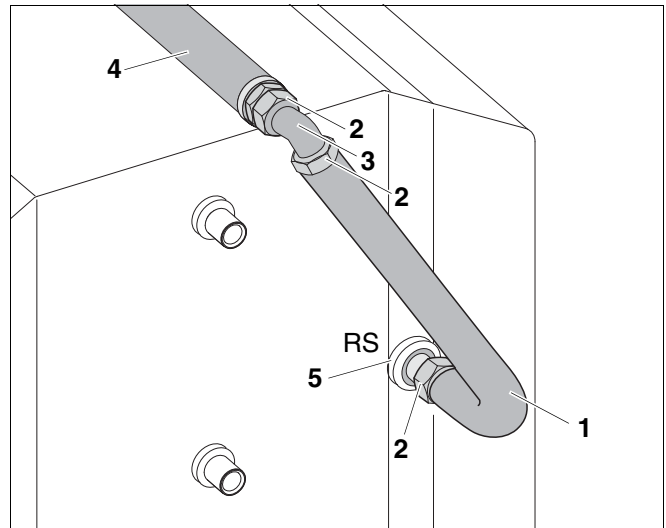

Fig. 10 Montaje de la unión de tuberías en el retorno del acumulador de agua
- ▶ Coloque la junta (fig. 10, [2]) en la tuerca de la tubería de conexión RS incorporada (fig. 10, [4]) y enrosque el codo G1 (fig. 10, [3]) a la tubería de conexión RS.
- ▶ Coloque la junta (fig. 10, [2]) en la tuerca situada en la parte larga de la tubería de conexión RS con ángulo (fig. 10, [1]) y atornillela al codo (fig. 10, [3]).
- ▶ Coloque la junta (fig. 10, [2]) en la tuerca situada en la parte larga de la tubería de conexión RS con ángulo (fig. 10, [1]) y atornille la tubería de conexión RS y con el retorno del acumulador.